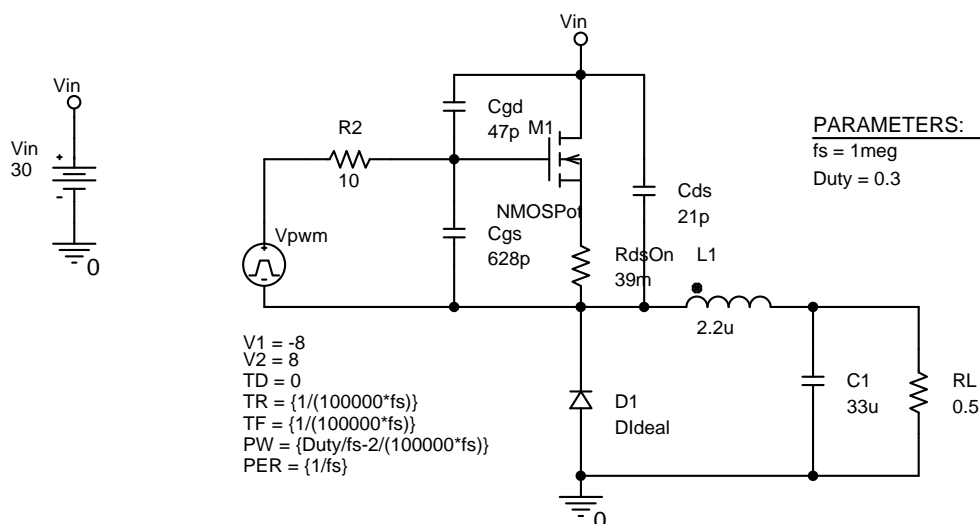

Figura 3. Esquema de la simulación del convertor *buck* del problema 3.
3. (1,5 puntos). Para realizar un convertor *buck* se decide utilizar el transistor NTD5867NL, que tiene las siguientes características: $R_{DS,ON} = 39 \text{ m}\Omega$; $C_{ISS} = 675 \text{ pF}$; $C_{RSS} = 47 \text{ pF}$; $C_{OSS} = 68 \text{ pF}$. Se realiza una simulación Pspice del circuito, en la que se ha modelado el *driver* utilizado para aplicar la señal V_{PWM} como un equivalente Thévenin. El esquema de la simulación se muestra en la figura 3.